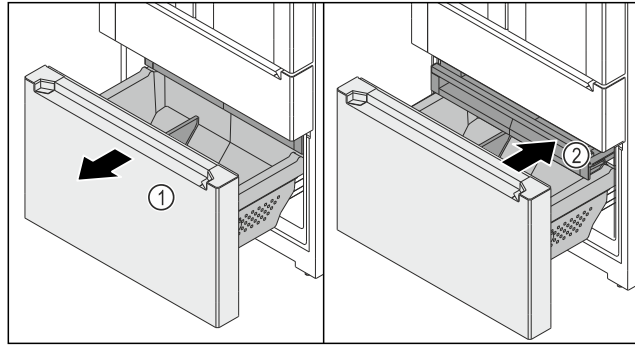

Fig. 148
- ▶ Çekme bölmesini Fig. 148 (1) sonuna kadar dışarı çekin.
- ▶ Çekmece Fig. 148 (2) otomatik olarak dışarı çekilmiştir.
- ▶ Çekmeceyi Fig. 148 (2) içeri itin.